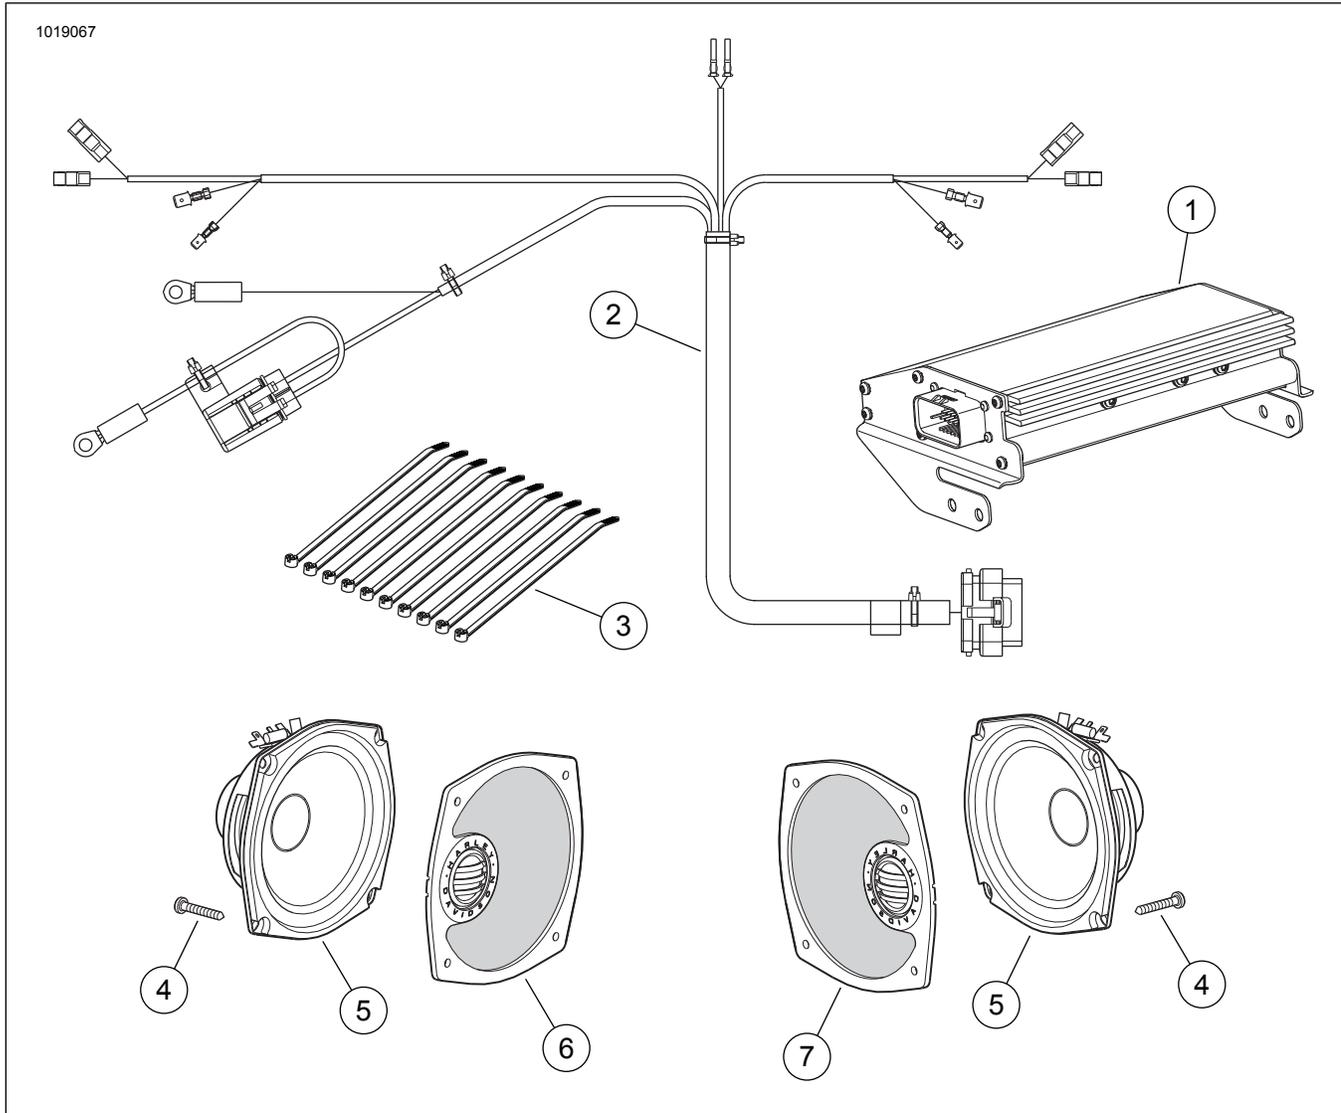

Abbildung 7. Ersatzteile, Boom! Audio-Verstärkersatz
1. Siehe Abbildung 7. Den Verstärkerkabelbaum (2) aus **diesem** Satz bereit legen.